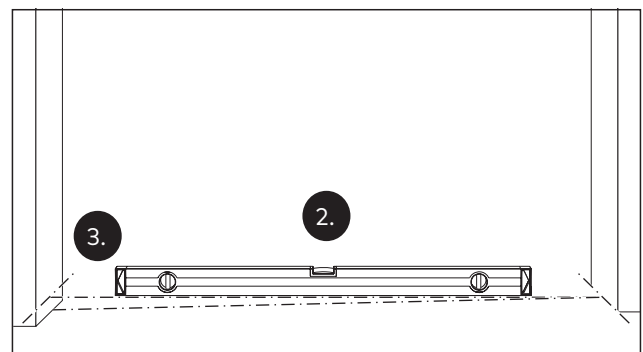

Abb. 14 Den höchsten Punkt im Fahrbereich ermitteln
2. Den höchsten Punkt des Bodens im Fahrbereich der Flügel mit einem Nivelliergerät ermitteln (Abb. 14).
- Den höchsten Punkt des Bodens auf die Wand übertragen (Abb. 14).